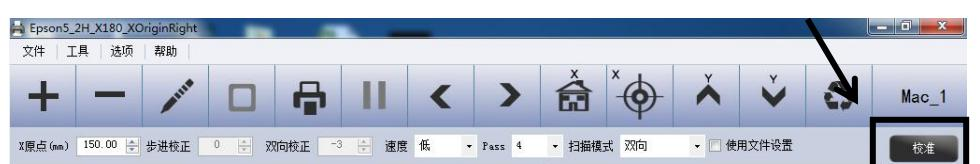
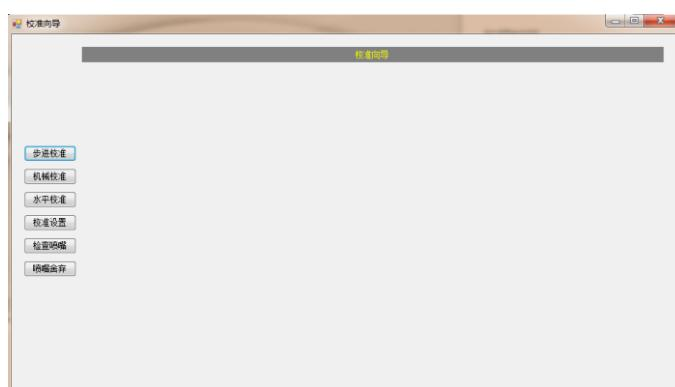

图 8.2 校准设置
图 8.3 校准向导界面
2、校准设置: 单击打印软件右边的”校准”按钮, 如图 8.2。进行校准向导界面, 如图 8.3。